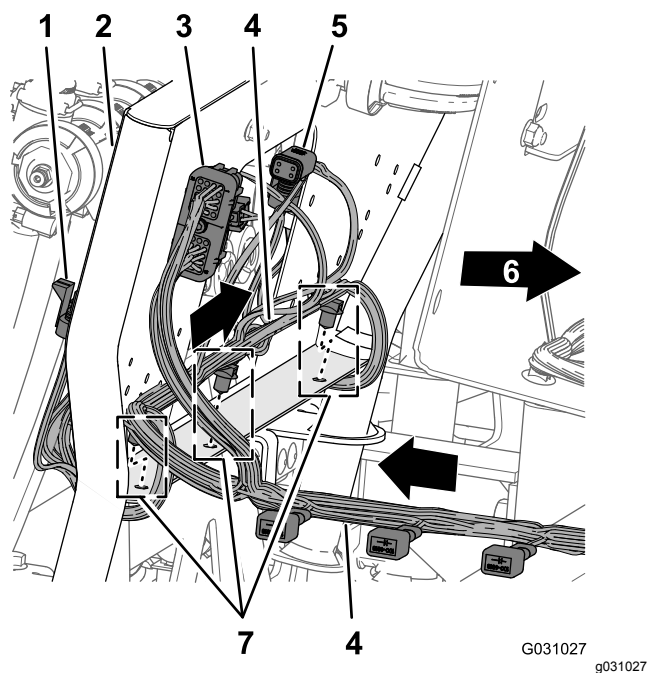

Figure 126
1. Acheminez la branche de 203 cm du faisceau en travers de l'arrière du support des 10 vannes, en plaçant les 10 connecteurs des vannes de buse vers l'arrière et sous les vannes (Figure 126).
2. Insérez les clips sapin de la branche de 203 cm dans les trous sur la bride inférieure du support des 10 vannes (Figure 126).